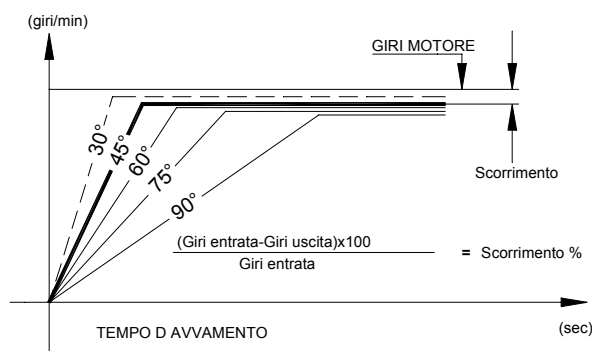

Fig. 3
- Avviamento più lungo e graduale (Fig. 3).
- Avviamento più rapido (Fig. 3).
- Minore scorrimento a regime (Fig. 3).